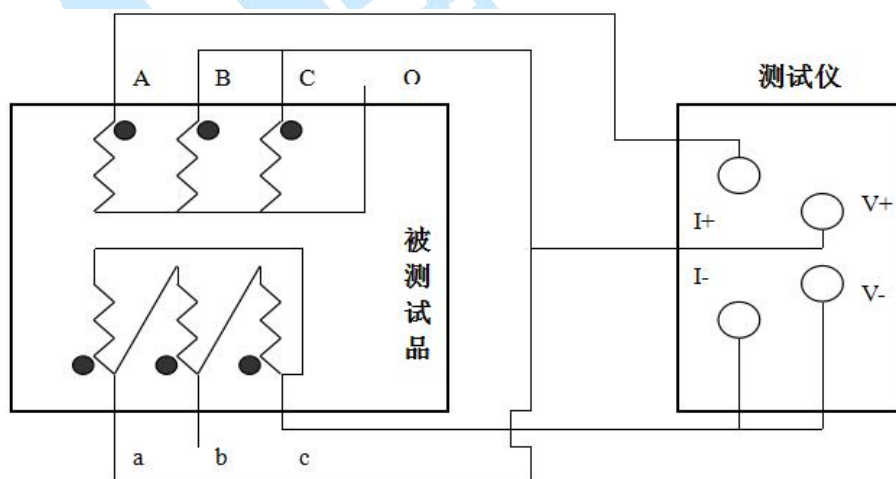
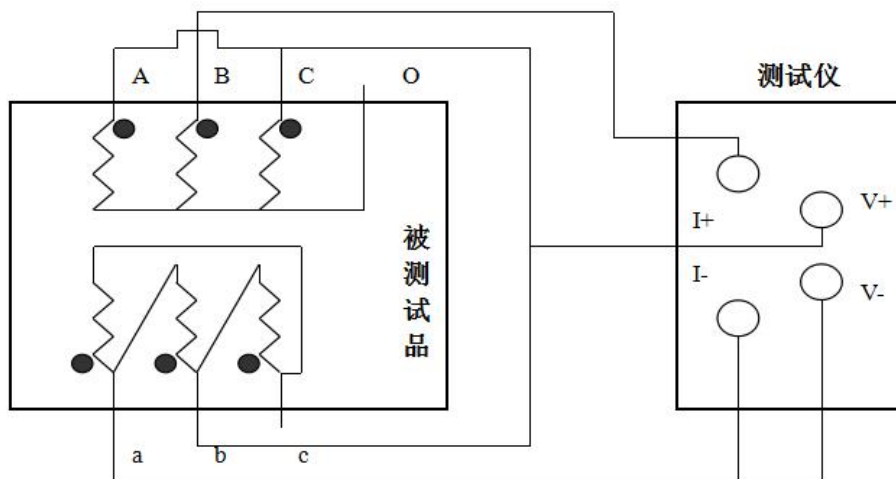
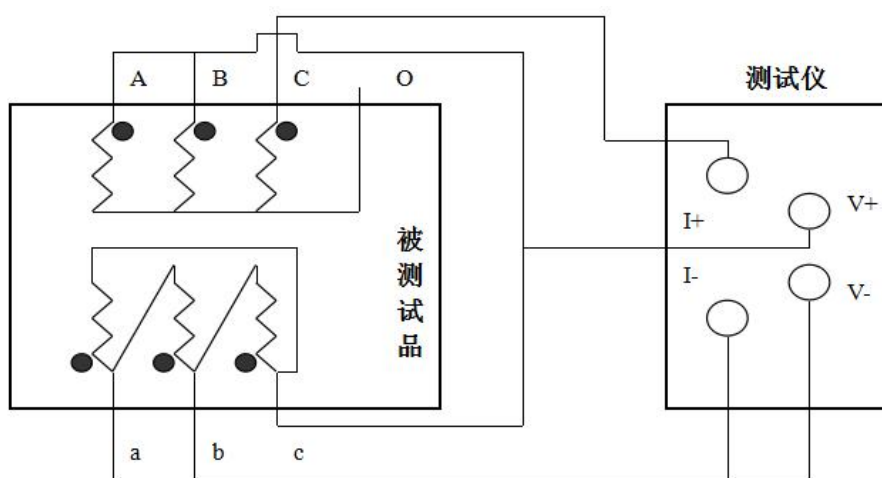

图 9
图 10
图 11
2. 助磁法接线见图 9~11（适用于 Y(N)-d-11 联接组别）。
对于大容量的变压器的低压侧测量时，如果在既有的情况下，直流电阻测试仪的最大电流比较小，或者为了加快测量速度，可选择助磁法测量。下图中，图 9、图 10、图 11 分别为测量低压 R_{ac} 、 R_{ba} 、 R_{bc} 的接线方法